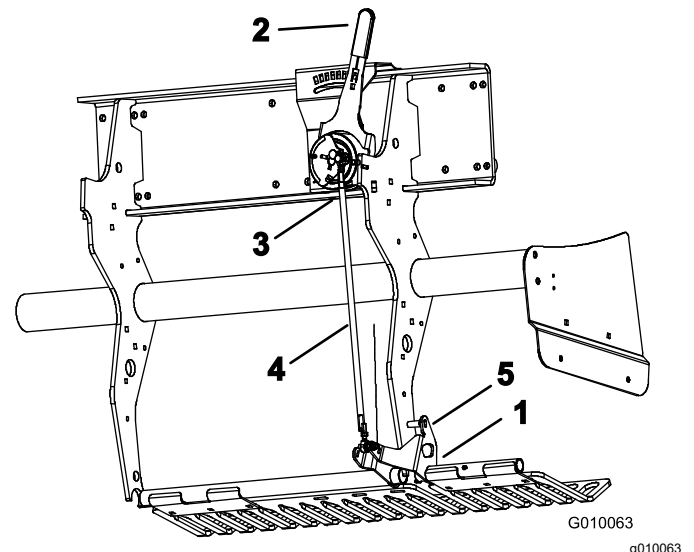

Figura 59
2. Gire el soporte de montaje del protector de césped izquierdo (Figura 59) hacia arriba, hasta que pueda introducir un pasador de bloqueo, como por ejemplo una broca o un perno de 8 mm (5/16") entre el soporte y el tubo de ajuste de profundidad que está soldado al bastidor.
3. Mueva la palanca de profundidad de aireación (Figura 59) al ajuste H (mayor profundidad).
4. Desconecte el interruptor de bola externo (Figura 59) del arnés de cables (interruptor de cabezal bajado).
5. Afloje las contratuercas (izquierda y derecha) de la biela de ajuste de profundidad (Figura 59).